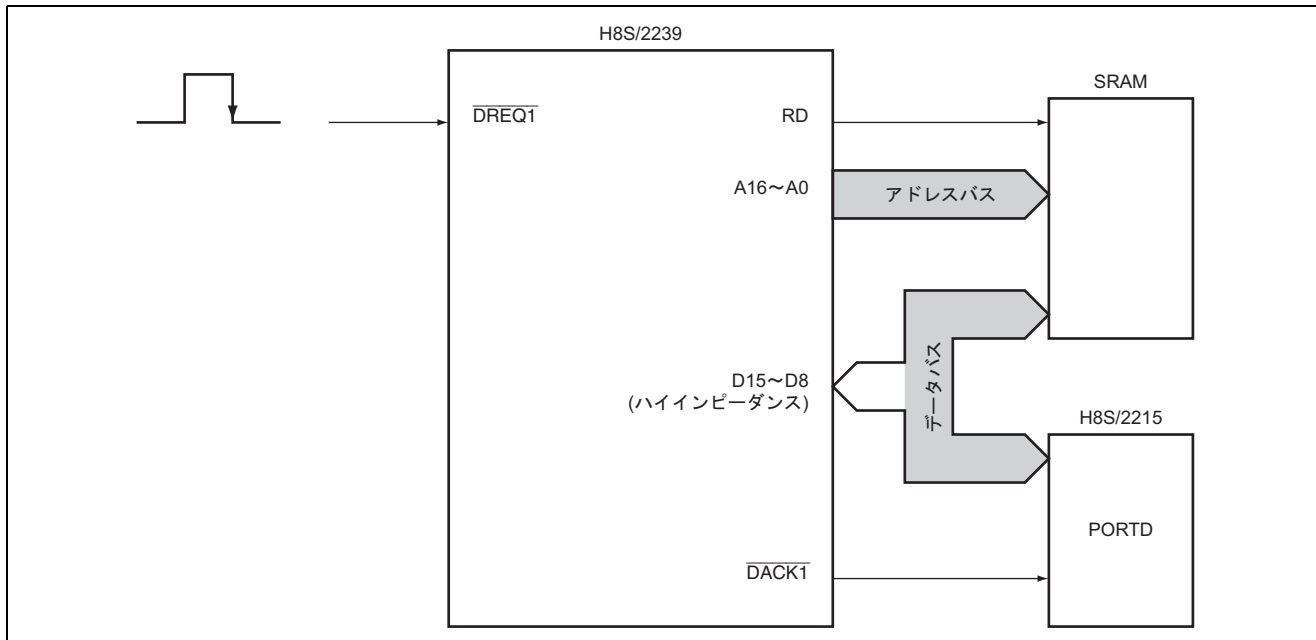

図 1 シングルアドレスモードのデータバス
- (1) 図 1 に示すように、DMAC のシングルアドレスモードを使用し、転送元または転送先のいずれか一方がアドレスによって指定される外部空間と、アドレスにかかわらず、DACK ストロープにより選択動作する外部デバイスとの転送を行います。
- (2) DMAC の起動は、外部信号の立ち下がリエッジ検出により起動します。